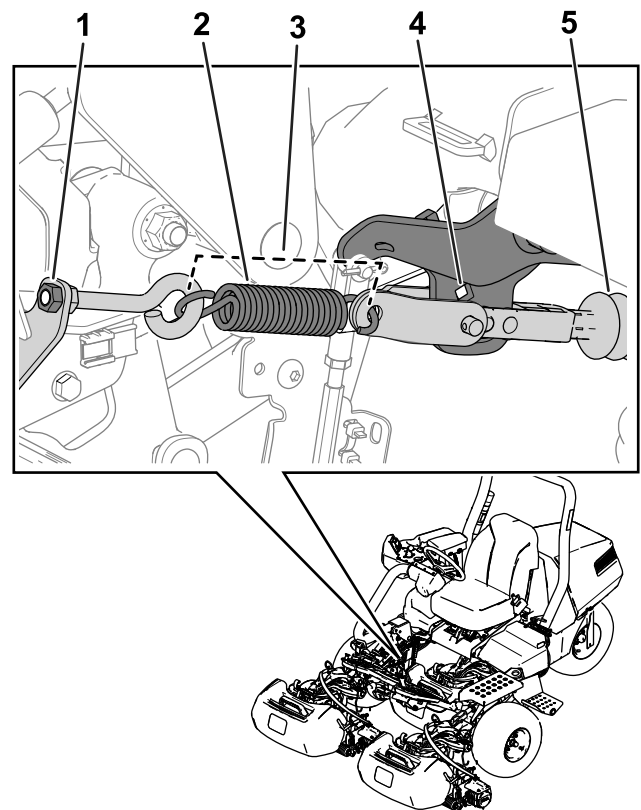

Figura 30
Notă: Consultai Figura 30 pentru această procedură.
5. Eliberați tensiunea de pe arc prin slăbirea piuliței care fixează urubul cu ochi la suportul arcului (Figura 30).
3. Montați arcul, așa cum se arată în Figura 30.
4. Strângeți piulița urubului cu ochi astfel încât lungimea arcului să fie de 11,4 cm atunci când este montat (Figura 30).